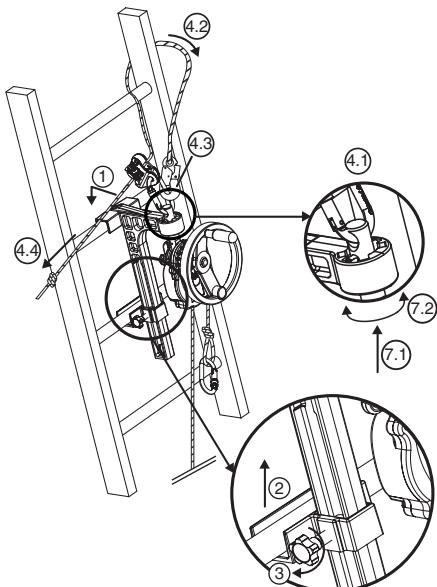

Fig. 6
### 6.3.2. derope™-toestel UP B (Fig. 6)
1. Plaats de grote console, vergrendelbaar op de sport van de ladder in de gekozen positie om de reddingsoperatie uit te voeren, boven de te evacueren persoon (Fig. 6, 1).
2. Hermoneer de blokkeergeleiding ter hoogte van de sport onmiddellijk onder deze waarop de grote console bevestigd is (Fig. 6, 2).
3. Zet de blokkeerpen van de geleiding vast aan de hand van de klemknop die zich aan de zijkant van de console bevindt (Fig. 6, 3).
- Bevestig de connector van de afstelinrichting LCM 05 in het bovenste gat van de verankering (Fig. 6, 4.1).
- Breng de leiriem rond het sport van de ladder boven de console door één van de steigers van de ladder te omleiden (Fig. 6, 4.2).
- Koppel de connector van de leiriem aan op de connector van de afstelinrichting LCM 05 (Fig. 6, 4.3).
- Span de leiriem op door aan het vrije uiteinde te trekken (Fig. 6, 4.4).
- 7. Richt het derope™-toestel naargelang de behoeften en wijzig de positie van de verankerpen in de indexeerpen (Fig. 6, 7.1 – 7.2).